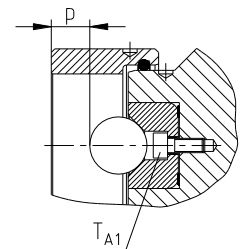

Fig. 10
- Contrôlez la cote de contrôle p (voir figure 10 et tableau 7).